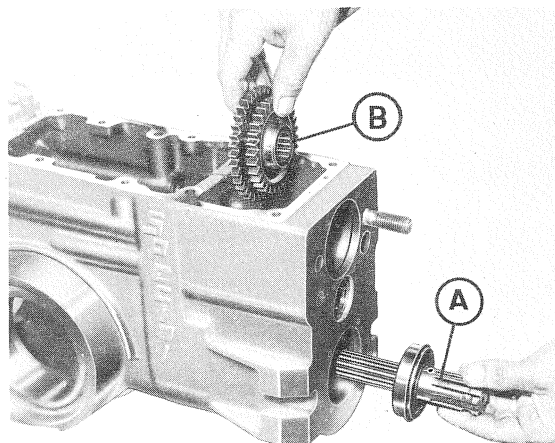

Fig. 17
- 8) Sfilare l'albero presa di forza inferiore **A** con relativo cuscinetto ed estrarre dall'alto l'ingranaggio scorrevole presa di forza inferiore **B** (vedi fig. 17).